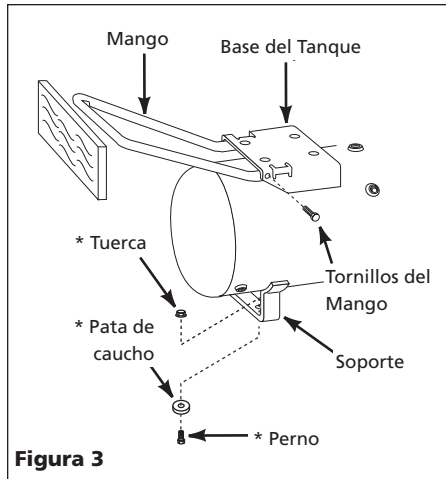

Figura 3
2. Conecte el mango a ambos lados de la base del tanque. Empújelo de modo que calce bien dentro de los orificios de la base (Vea la Figura 3).